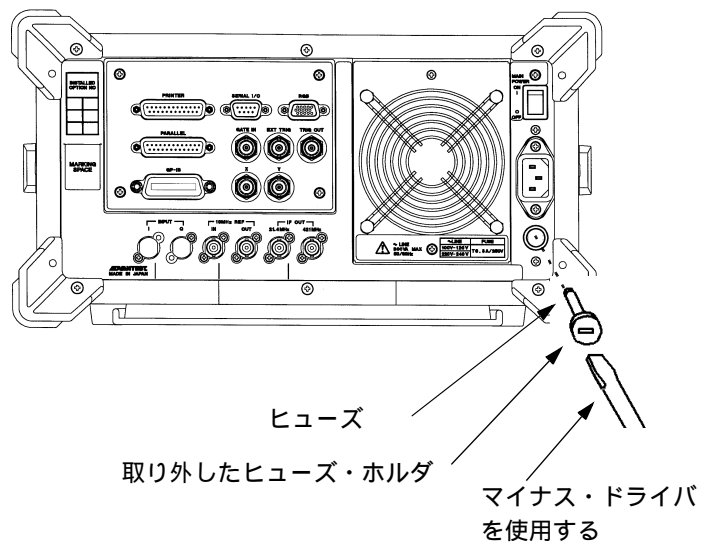

図 1-2 電源ヒューズの交換
4. 背面パネルにあるヒューズ・ホルダを、マイナス・ドライバを使用して取り出します (図 1-2 参照)。